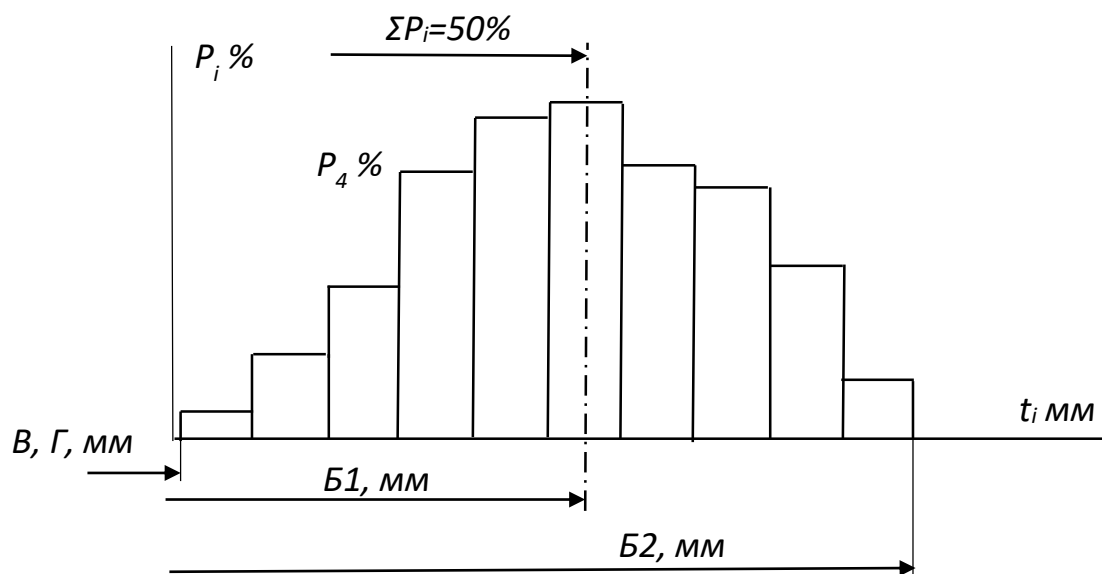

Рисунок 9 – Гистограмма распределения зерен по толщине
7. Построить гистограмму распределения зерен по размерам (рис. 9).